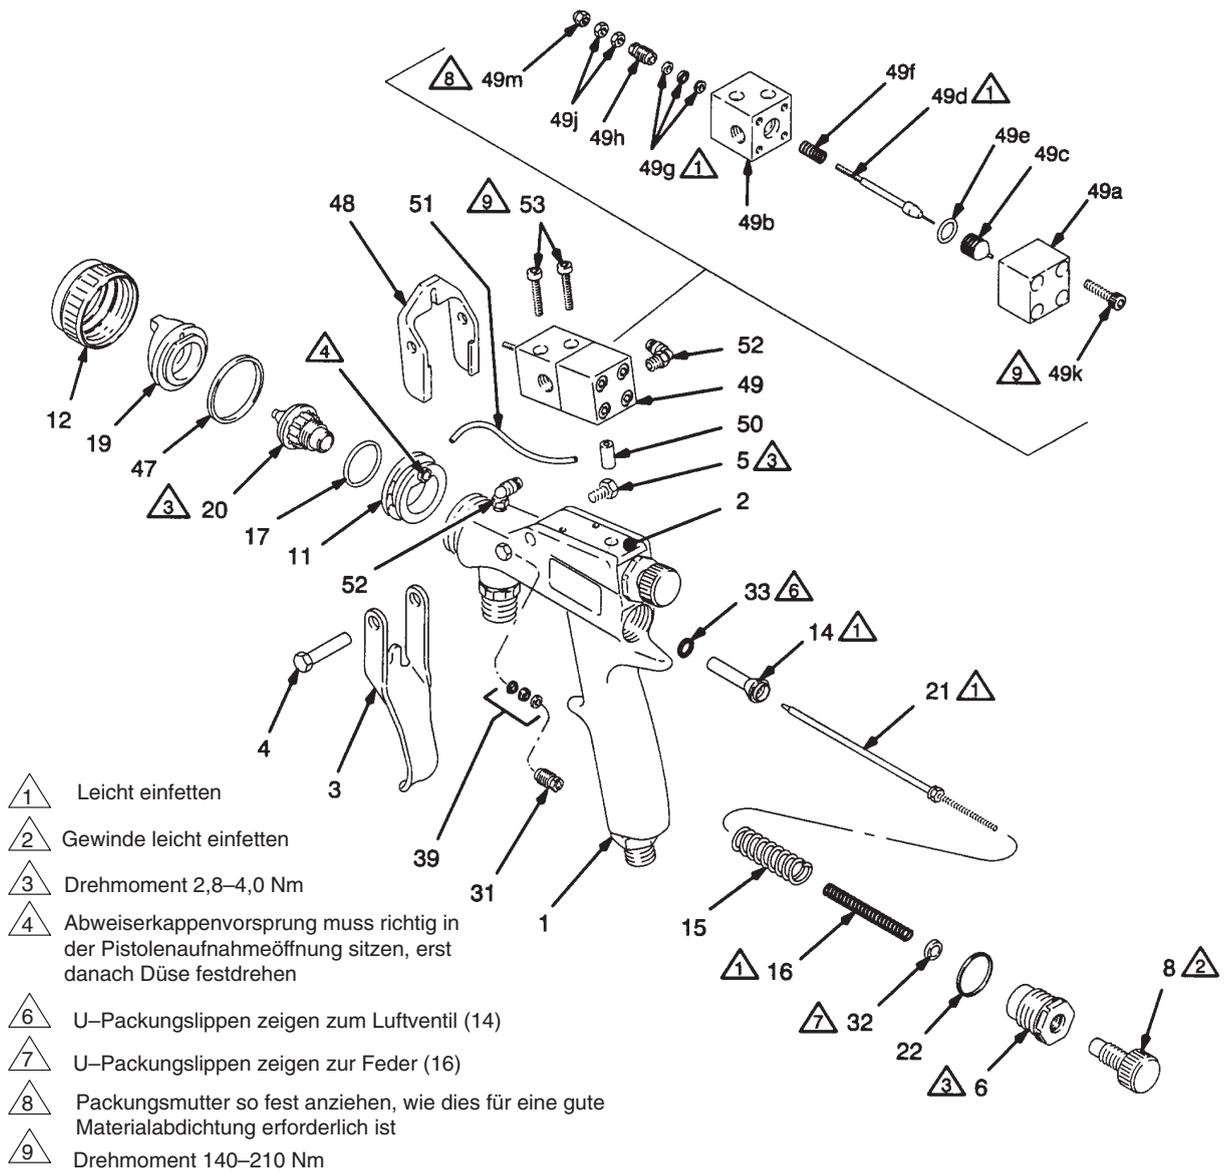

Fig. 13
- Feder (15) und Materialeinstellmutter (6) installieren. Mutter festdrehen, mit 2.8 – 4.0 Nm. Siehe Abb. 13.
- Feder (16) und Materialeinstellmutter (8) montieren.
- Aktivatorventil zusammenbauen. Siehe Abb. 13. Das dünne Nadelende muss gerade sein, um das Düseninnere nicht zu verkratzen. Im Falle eines Austauschs von Nadel und Düsen Spitze beim Zusammenschrauben der Teile Gewindegewindestift verwenden.